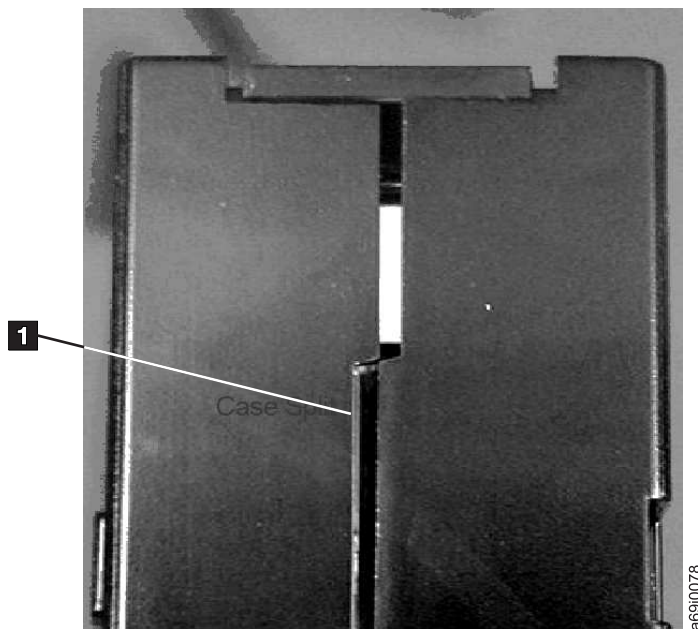

图 129. 检查盒带接合处的间隙
- 检查盒带的背面（首先装入磁带装填舱的部分）并确保盒带的接合处没有任何空隙。如果接合处有间隙（请参阅图 129），导销可能会脱出。